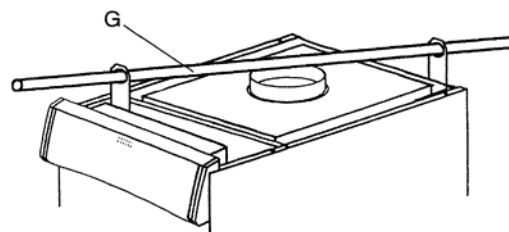

Рис. 2.12
- поднимите котел с помощью трубы G на 1", вставляемой в такелажные проушины (рис. 2.12);